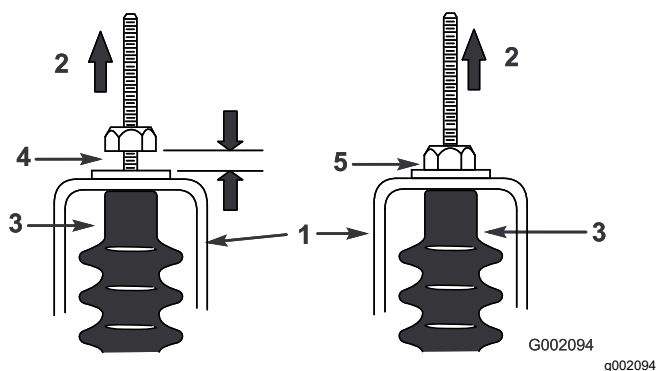

Figura 60
5. Tire hacia arriba de cada cable de cambio y asegúrese de que hay una distancia de 0,76–1,52 mm entre la tuerca/arandela y la plequina de punto muerto (Figura 60).